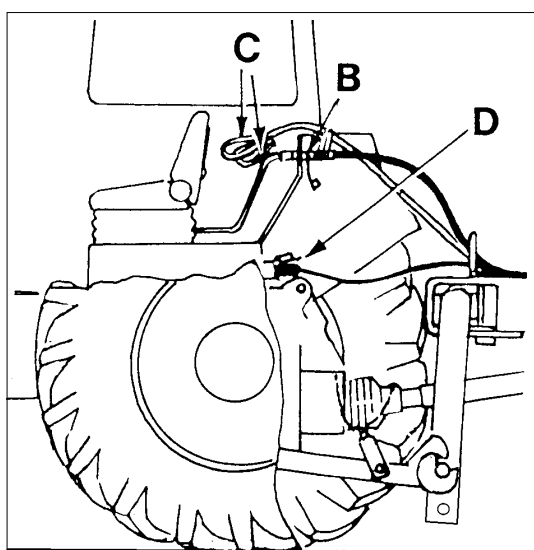

Bild 3-5
- Hydraulik anschließen (B). Schlauchleitung mit roter und gelber Markierung paarweise an das doppelt wirkende Steuergerät anschließen. Schlauchleitung ohne Markierung an das einfachwirkende Steuergerät anschließen (Bild 3-5)
- Entriegelungsseile (C) für die Seitenmaschinen in die Traktorkabine legen.
- Elektrik (D) anschließen.